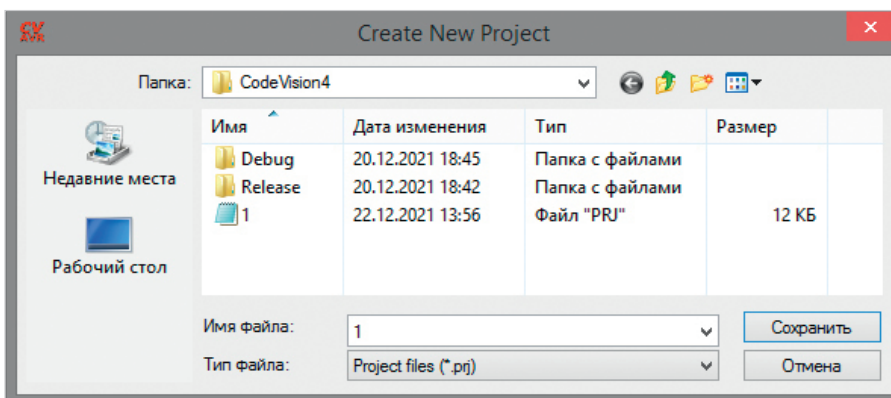

Рис. 8. Окно выбора директории размещения нового проекта Create New Project
- в открывшемся окне Create New Project выберем директорию размещения нового проекта, имя проекта (поле «Имя файла»), его тип (поле «Тип файла») и нажмём кнопку «Сохранить» (рис. 8);